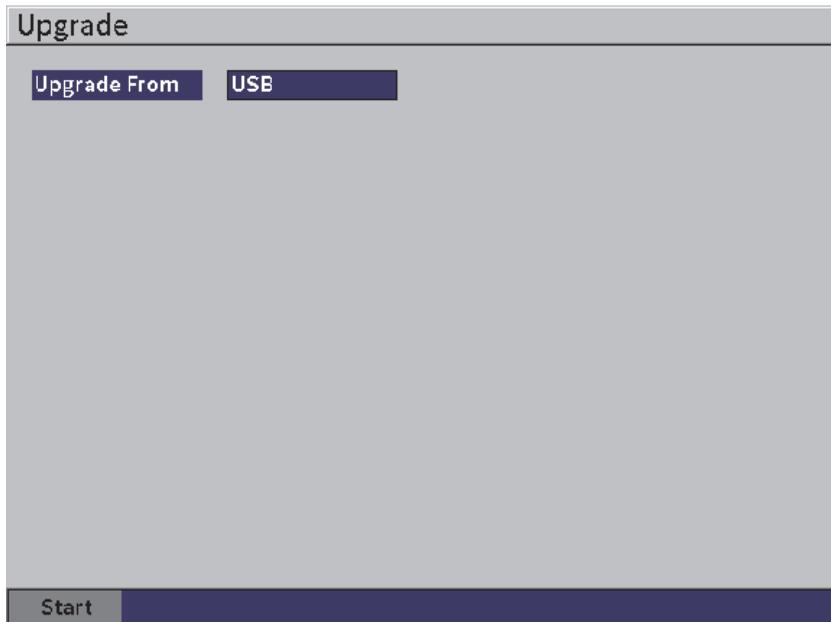

図 5-14 アップグレード設定ページ
1. **アップグレードアイコン** () を選択して **アップグレード設定ページ**を開きます (77 ページの図 5-14 参照)。